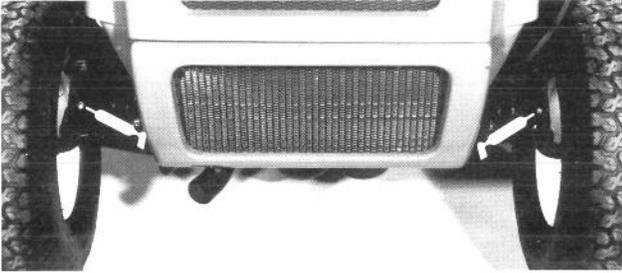

Abbildung 8
1. Die Schmiernippel (4) an den Achsen und Rädern mit einem sauberen Lappen abwischen (Abb. 8). Wenn Lack an der Vorderseite der Nippel vorzufinden ist, diesen abkratzen.
2. Beide Vorderachsen mit Nr. 2 Allzweckfett abschmieren (Abb. 8). Solange Fett einpressen, bis es aus den Achsen hervordringt. Überflüssiges Fett abwischen.
3. Beide Vorderachsen mit Nr. 2 Allzweckschmierfett abschmieren (Abb. 8). Die Fettpresse solange betätigen, bis Fett zum Vorschein kommt. Überflüssiges Fett abwischen.